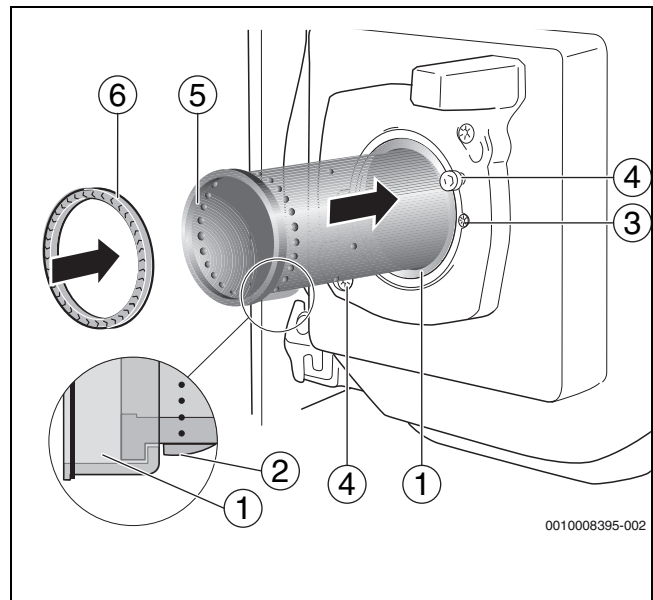

Fig. 41 Remplacer la tuyère du brûleur
- Insérer la tuyère du brûleur (→ fig. 41, [5]) dans le support de tuyau. Pour cela, faire passer la tuyère du brûleur par le guide (→ fig. 41, [2]) jusqu'à la butée du support de tuyau. Le nez de la tuyère du brûleur doit être dirigé vers le bas et s'enclencher (→ fig. 41, [loupe]).
- Mettre en place un nouveau joint (→ fig. 41, [6]).
- Avant le montage du brûleur, vérifier l'étanchéité (→ fig. 41, [6]) entre le système de mélange et la tuyère de brûleur.
- Insérer le joint (→ fig. 41, [6]) dans la tuyère du brûleur.
- Poser le brûleur sur les deux vis de la bride de brûleur (→ fig. 41, flèches).